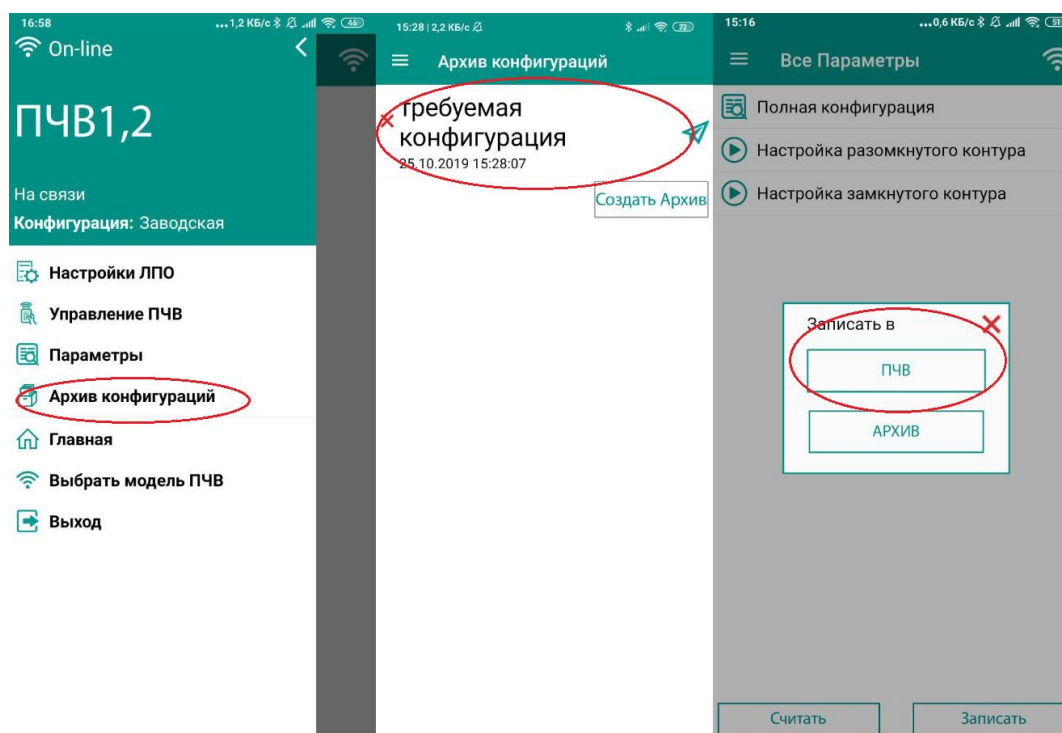

Рисунок 7. Загрузка конфигурации в ПЧВ.
7. Загрузить конфигурацию в ПЧВ (Рис. 7). Для этого требуется открыть меню и зайти в отдел “Архив конфигураций”. Далее, необходимо выбрать требуемую конфигурацию и после этого записать её в ПЧВ.